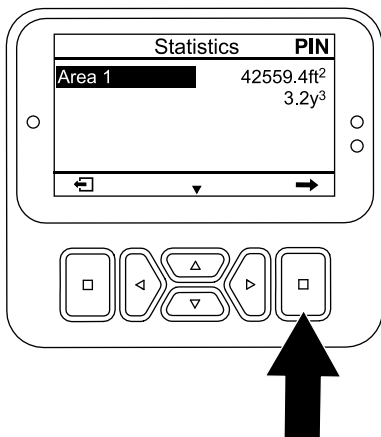

Figura 98
1. No ecrã STATISTICS, prima o botão baixo até a opção AREA 1 estar seleccionada (Figura 98).